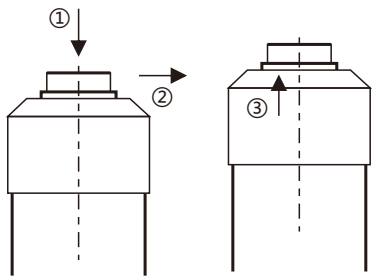

图1-1
(1) 对刀仪的对刀方式(见图1-1)
- ① 刀具与对刀仪接触面务必垂直，并且垂直向下与接触面接触。
- ② 接触时不能超过对刀仪的行程，否则对刀仪和刀具会有损坏。(行程为5.0mm)
- ③ 对刀的速度与机械的电气响应速度有关系，所以请设定指定内的速度。